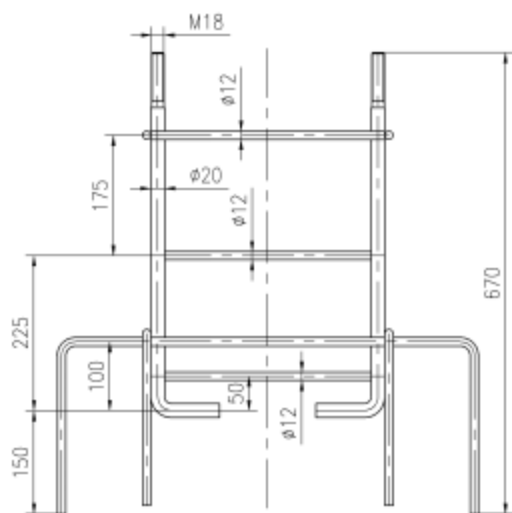

图1
- 1) JMA-07X椭圆机的安装方式为预埋式，即采用预埋架（如图1）将器材固定；其对安装器材的土质要求如下：在距地表800mm深度以内其土质不低于强度中等的土质要求（注：GB/T 50145-2007《土的工程分类标准》 5.1.2干强度试验：将一小块土捏成土团，风干后用手指捏碎、掰断及捻碎，并应根据用力的大小进行区分：稍用力即可捏碎或掰断为干强度中等。）